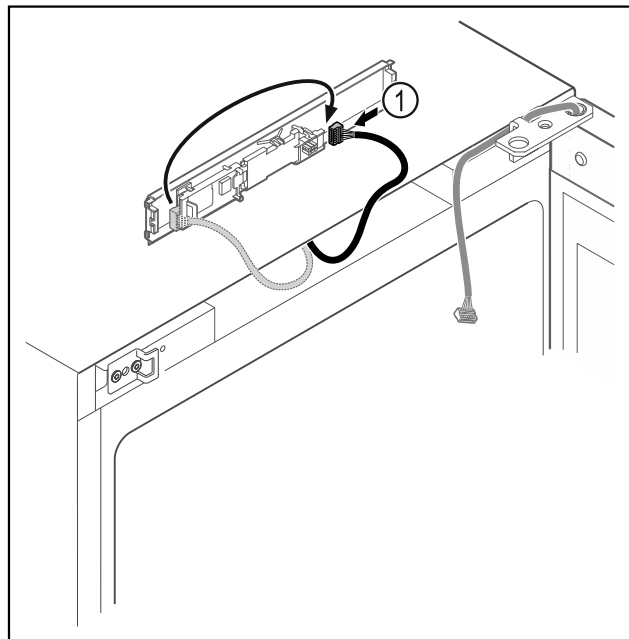

Fig. 18
- Wtyczkę Fig. 18 (1) należy ponownie podłączyć do płytki drukowanej.